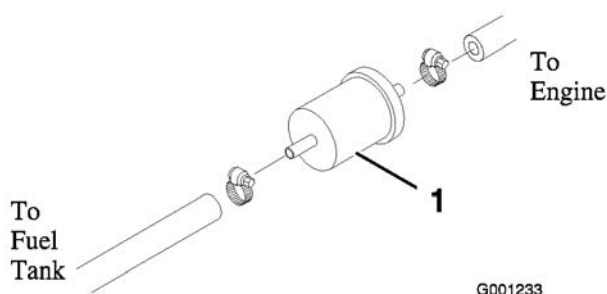

Bild 51
Tauschen Sie den Kraftstoffvorfilter (Bild 51), der sich zwischen dem Kraftstofftank und der Kraftstoffpumpe befindet, alle 400 Betriebsstunden oder mindestens einmal jährlich aus.
1. Klemmen Sie beide Kraftstoffleitungen ab, so dass kein Kraftstoff ausströmen kann, wenn die Leitungen abgezogen werden (Bild 51).